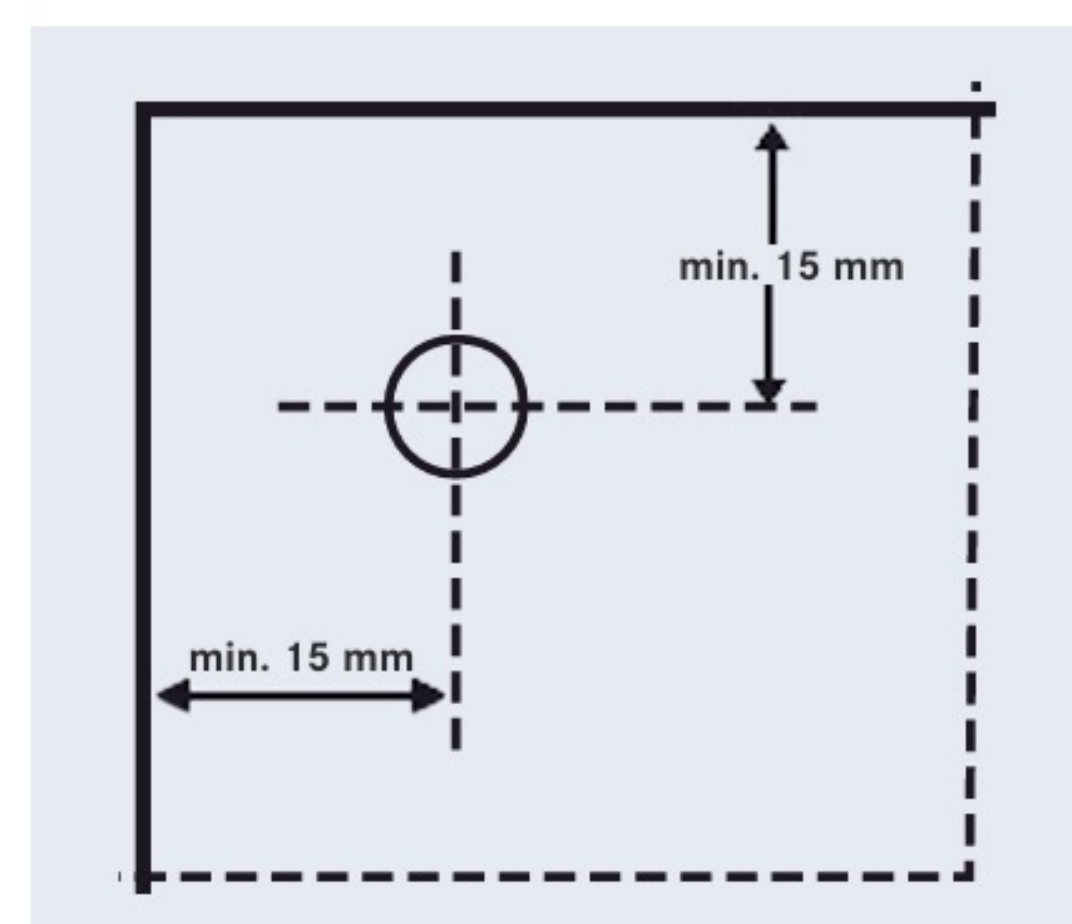

Abb. 6 - Randabstände
- Die Fassadenbekleidung ist zwängungsfrei zu montieren. Dies wird erreicht, wenn alle Bohrlöcher einer Platte gegenüber dem Schaftdurchmesser der Befestigungselemente größer gebohrt werden. (s. Abb. 6)
- Das Befestigungsloch in der Platte muss einen größeren Durchmesser aufweisen als die Befestigungsschraube. Dabei muss die Lochmitte mindestens 15 mm Abstand zu jeder Plattenkante aufweisen. (Abb. 6 und 7)